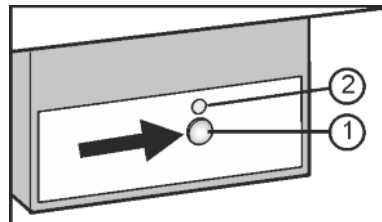

Fig. 9
► Nyomja meg az On/Off gombot Fig. 9 (1), hogy a LED Fig. 9 (2) világítson.